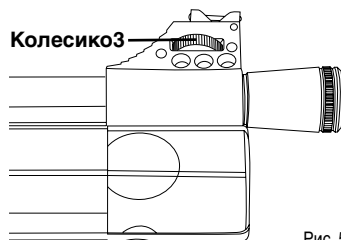

Рис. 5
- опять же, если точка попадания выше мишени то поверните колесико3 по часовой стрелке.(рис.5)
- если точка попадания ниже мишени , поверните колесико3 против часовой стрелки. (рис.5)